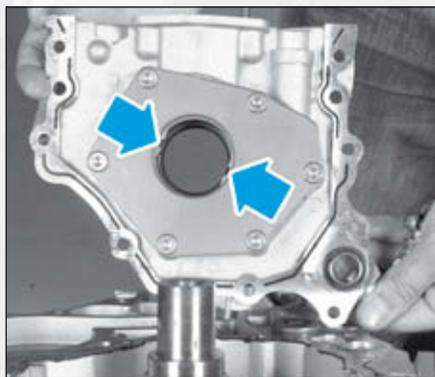

FIG.13
- Engager la pompe à huile sur le vilebrequin en alignant les deux méplats de la pompe sur ceux du vilebrequin (Fig.13).